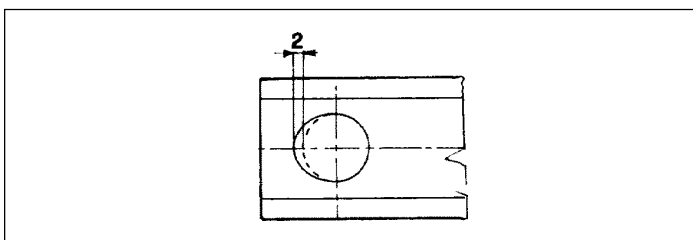

Abb. 20
- **wenn das Loch eirund ist:** Wenn die Ovalisierung die Originalgröße des Loches um mehr als 2 mm / 0,078 Zoll übersteigt (Abb. 20).